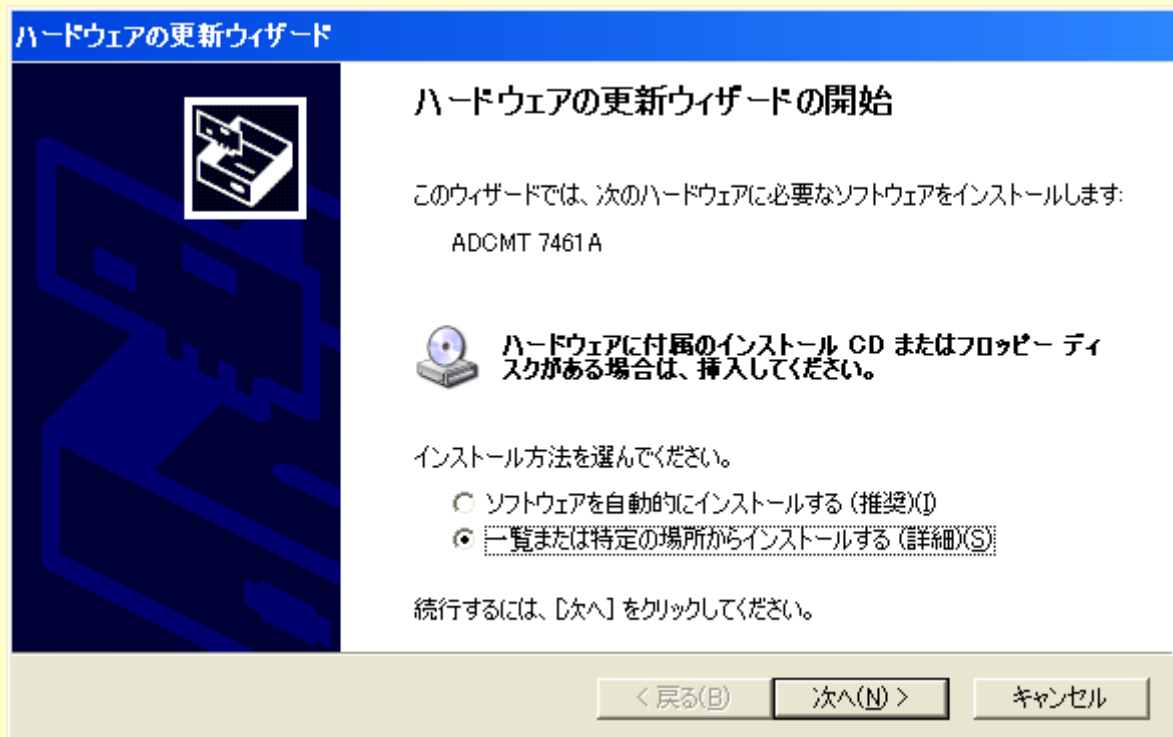

図 2-5
- ④ インストール方法は、「◎一覧または特定の場所からインストールする(詳細)(S)」 を選択して「次へ(N)>」を押します。(図 2-5)